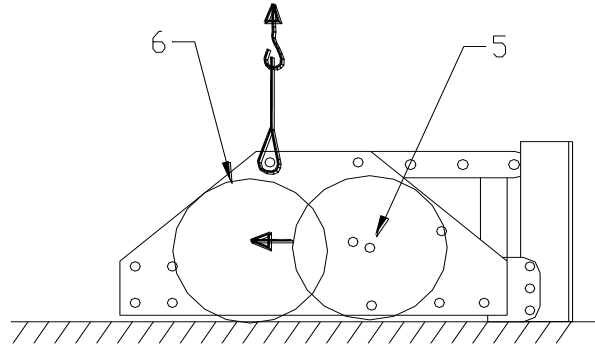

Fig. 2.
4. Leg de machine horizontaal op een vlakke ondergrond, zie fig.2.
In fig.2. worden enkele belangrijke onderdelen getoond: